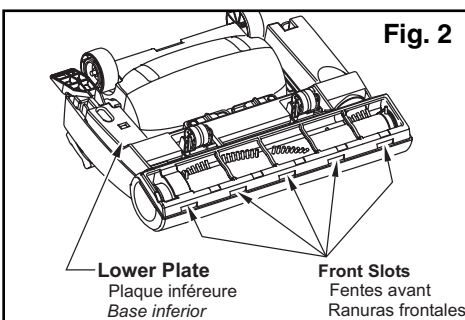

Fig. 2
- Remettre la plaque inférieure en accrochant son devant dans les fentes avant de la tête d'aspiration (Fig 2).
- *Para reinstalar la base inferior, enganche el extremo delantero de la base inferior en las ranuras frontales de la boquilla (Fig 2).*
- **Reinstall lower plate by hooking front end of lower plate into slots on front of nozzle housing. (Fig. 2)**